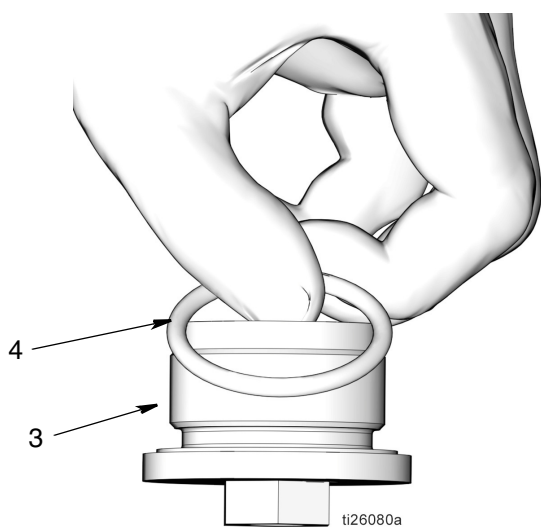

FIG. 56
- d. Applicare un sottile strato di grasso all'O-ring (4). Installare l'O-ring sul dado di fermo del pistone (3) (FIG. 56).